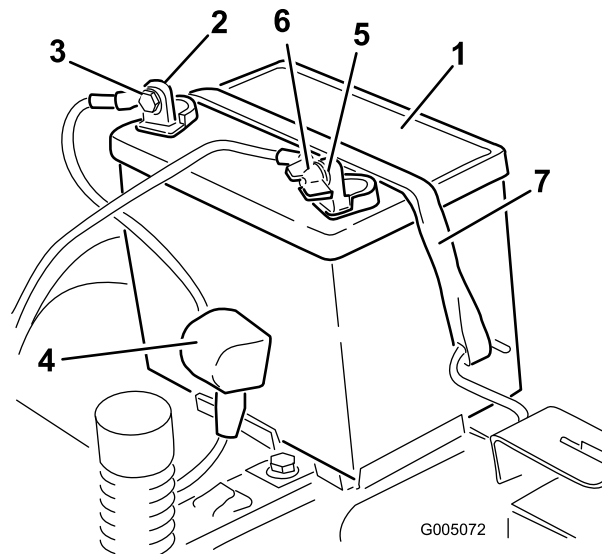

Figure 32
4. Débranchez le câble négatif (noir) de mise à la masse de la borne de la batterie (Figure 32). Mettez les fixations de côté.
5. Repoussez le capuchon en caoutchouc sur le câble positif (rouge). Débranchez le câble positif (rouge) de la borne de la batterie (Figure 32). Mettez les fixations de côté.
6. Enlevez la sangle de maintien de la batterie (Figure 32) et ôtez la batterie de son support.
- Placez la batterie dans son support en tournant les bornes vers la position de fonctionnement (Figure 32).
- Fixez la batterie en place à l'aide de la sangle de maintien (Figure 32).